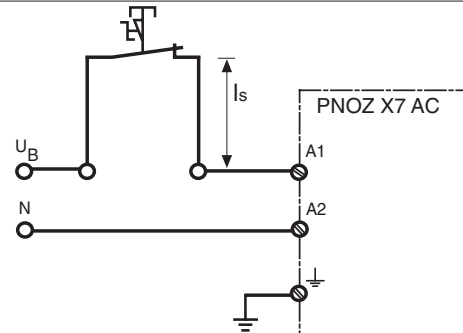

Fig. 4: Leitungslänge l_s der Stichleitung/Cable length l_s of the branch line/Longueur câblage l_s en dérivation
- Stichleitung (s. Fig. 4): max. Länge der Stichleitung I_s und max. Kabelkapazität C_L in Abhängigkeit der Versorgungsspannung U_B :
- branch line (Fig. 4): max. length of the branch line I_s and max. capacity will depend on the supply voltage U_B :
- Câblage en dérivation (v. Fig. 4): long. max. de la dérivation I_s et capacité max. dépend de la tension d'alimentation U_B :